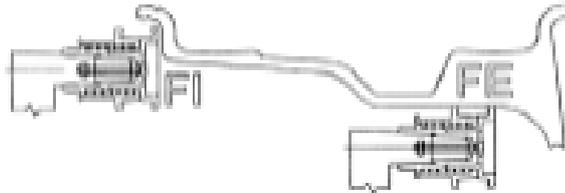

Figure 7-8
9.5.7 Pour suivre la Fig. 7-8 :